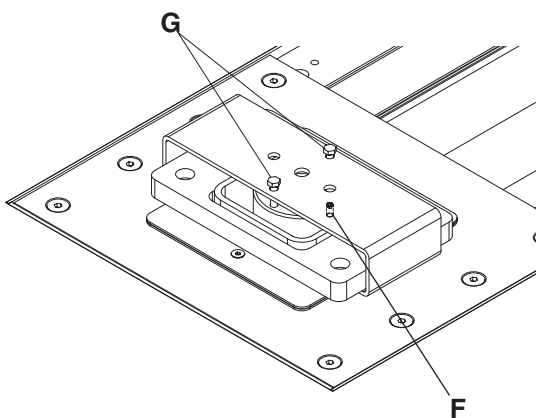

Fig. 26
- Togliere le viti M6 (G) dalle staffe **fig. 26**
- Effettuare alcune corse di salita e discesa per verificare che il ponte funzioni correttamente, senza scatti. Se funziona a scatti occorre effettuare lo spurgo dell'aria utilizzando lo sfiato (F) presente sulla testata dei cilindri **fig. 26**.